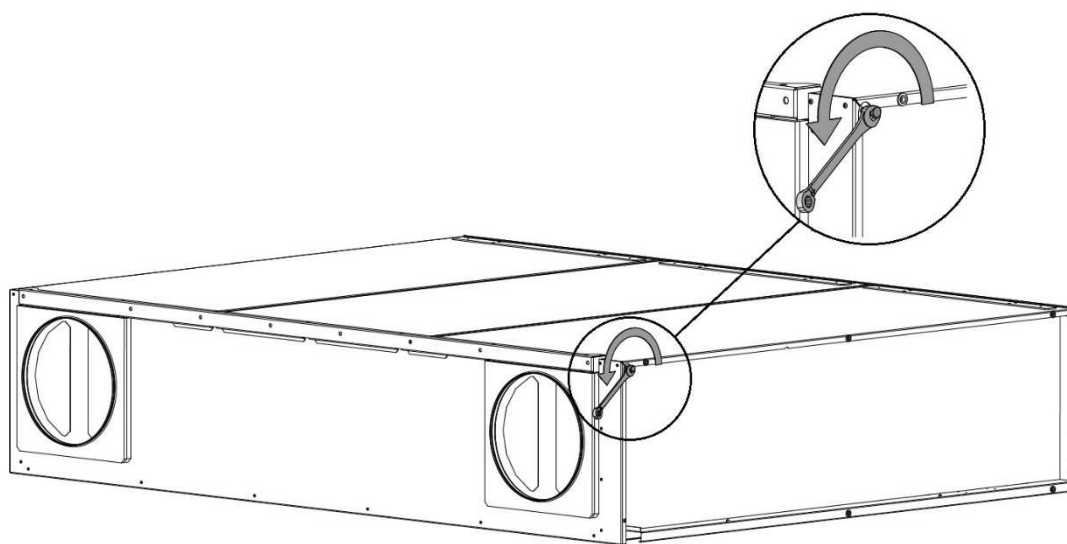

Abbildung 10: Hintere Halterung demontieren, rechte Seite von hinten gesehen
3. Demontieren Sie die Frontabdeckung, siehe Abbildung 10. Legen Sie die Abdeckung vorsichtig auf eine Schutzunterlage, um Kratzer auf der Oberfläche zu vermeiden.